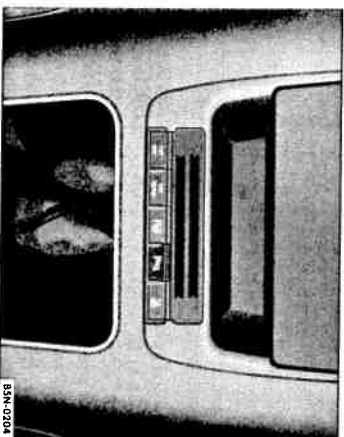

Fig. 20 Imagine din consola centrală: Tasta pentru conectarea sau deconectarea sistemului de control al distanței la parcare.
- Puneți contactul și apăsați tasta **[Pw]** ⇒ fig. 20 sau selectați treapta de marșarier, pentru a activa sistemul de control al distanței de parcare. În tasta se aprinde o lampă de control.
În funcție de echipare, poziția tastelor poate diferi față de imaginea ⇒ fig. 20.